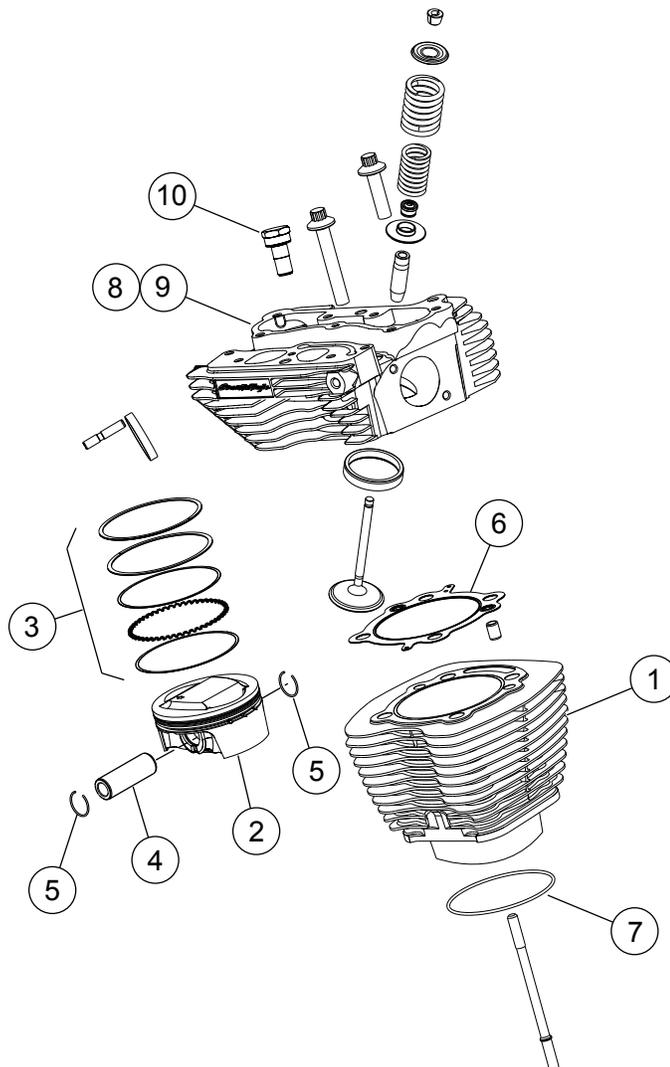
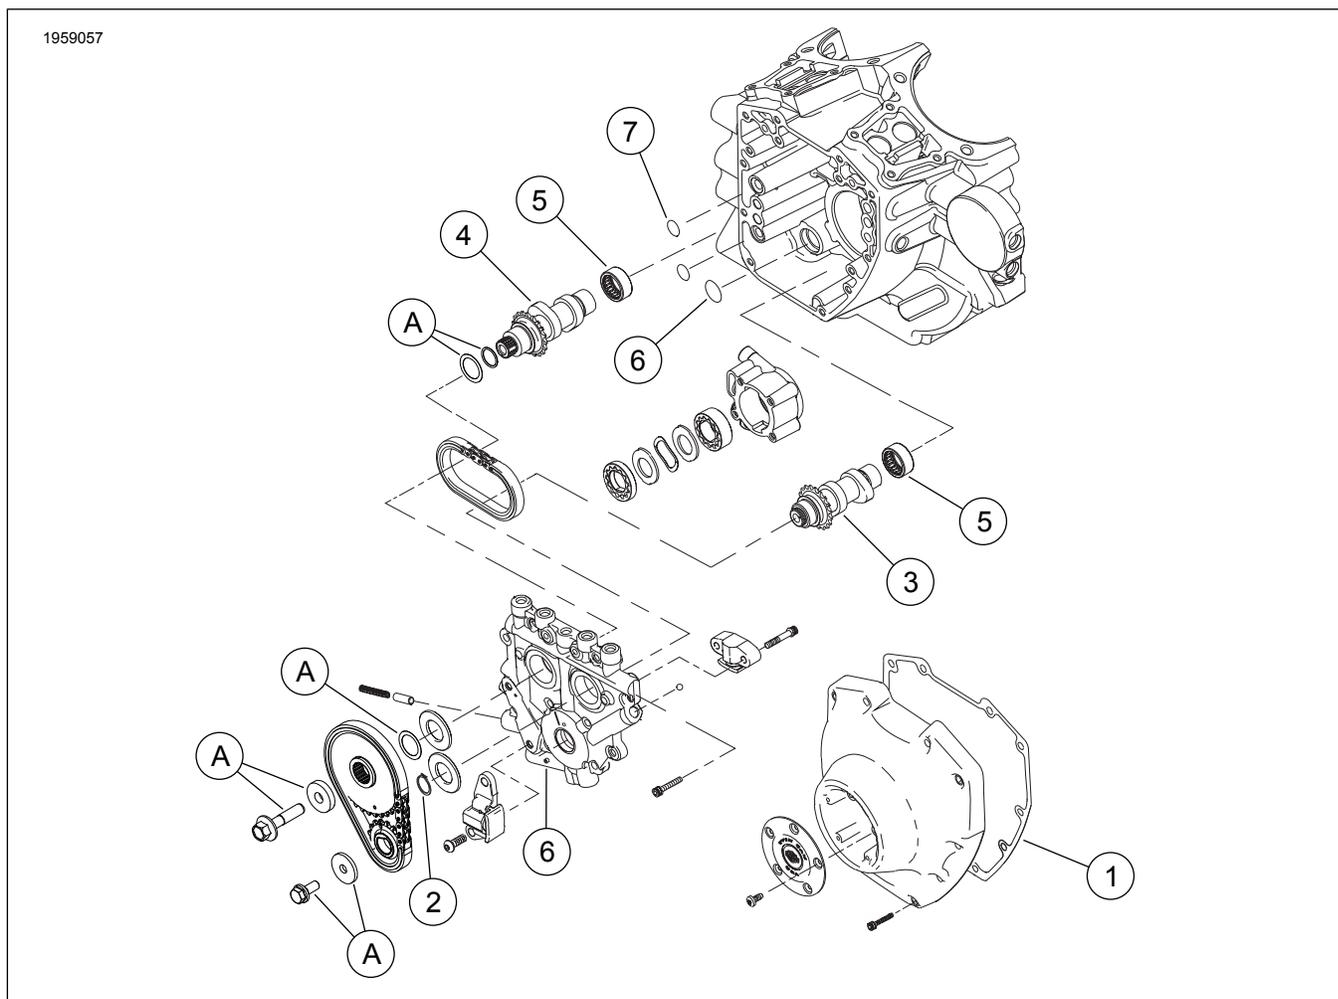

Figura 1. Piezas de servicio: Kit Stage 4 Screamin' Eagle Pro TC (1573 a 1688 cm³ [96 a 103 pulg.³])
Figura 3. Piezas de servicio: Kit Stage 4 Screamin' Eagle Pro TC (1573 a 1688 cm³ [96 a 103 pulg.³])
Vea Figura 1 a Figura 3 , y Tabla 1 a Tabla 3 .
1. Vea Figura 3 . Inspeccione los cojinetes de agujas del árbol de levas (7) y reemplácelos si es necesario.
2. Vea Figura 1 a través de Figura 3 . Ensamble las levas a la placa de levas, a las culatas de alto rendimiento y al extremo superior del motor utilizando piezas del kit. Consulte la sección correspondiente al MOTOR en el Manual de servicio.